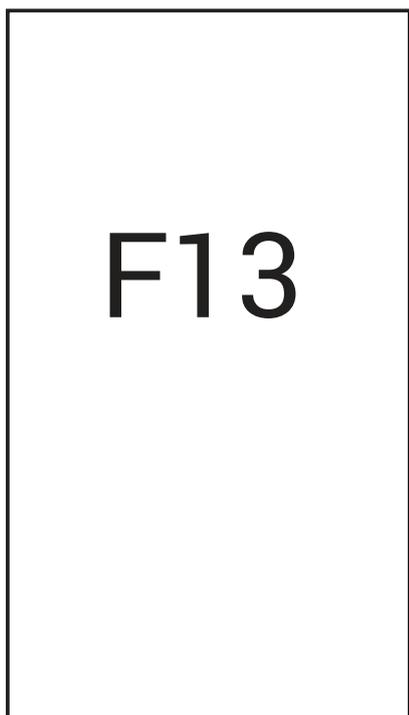

рис. 4
**Неисправность типа F (рис. 4):** Неисправность, сброс которой происходит автоматически после устранения проблемы.